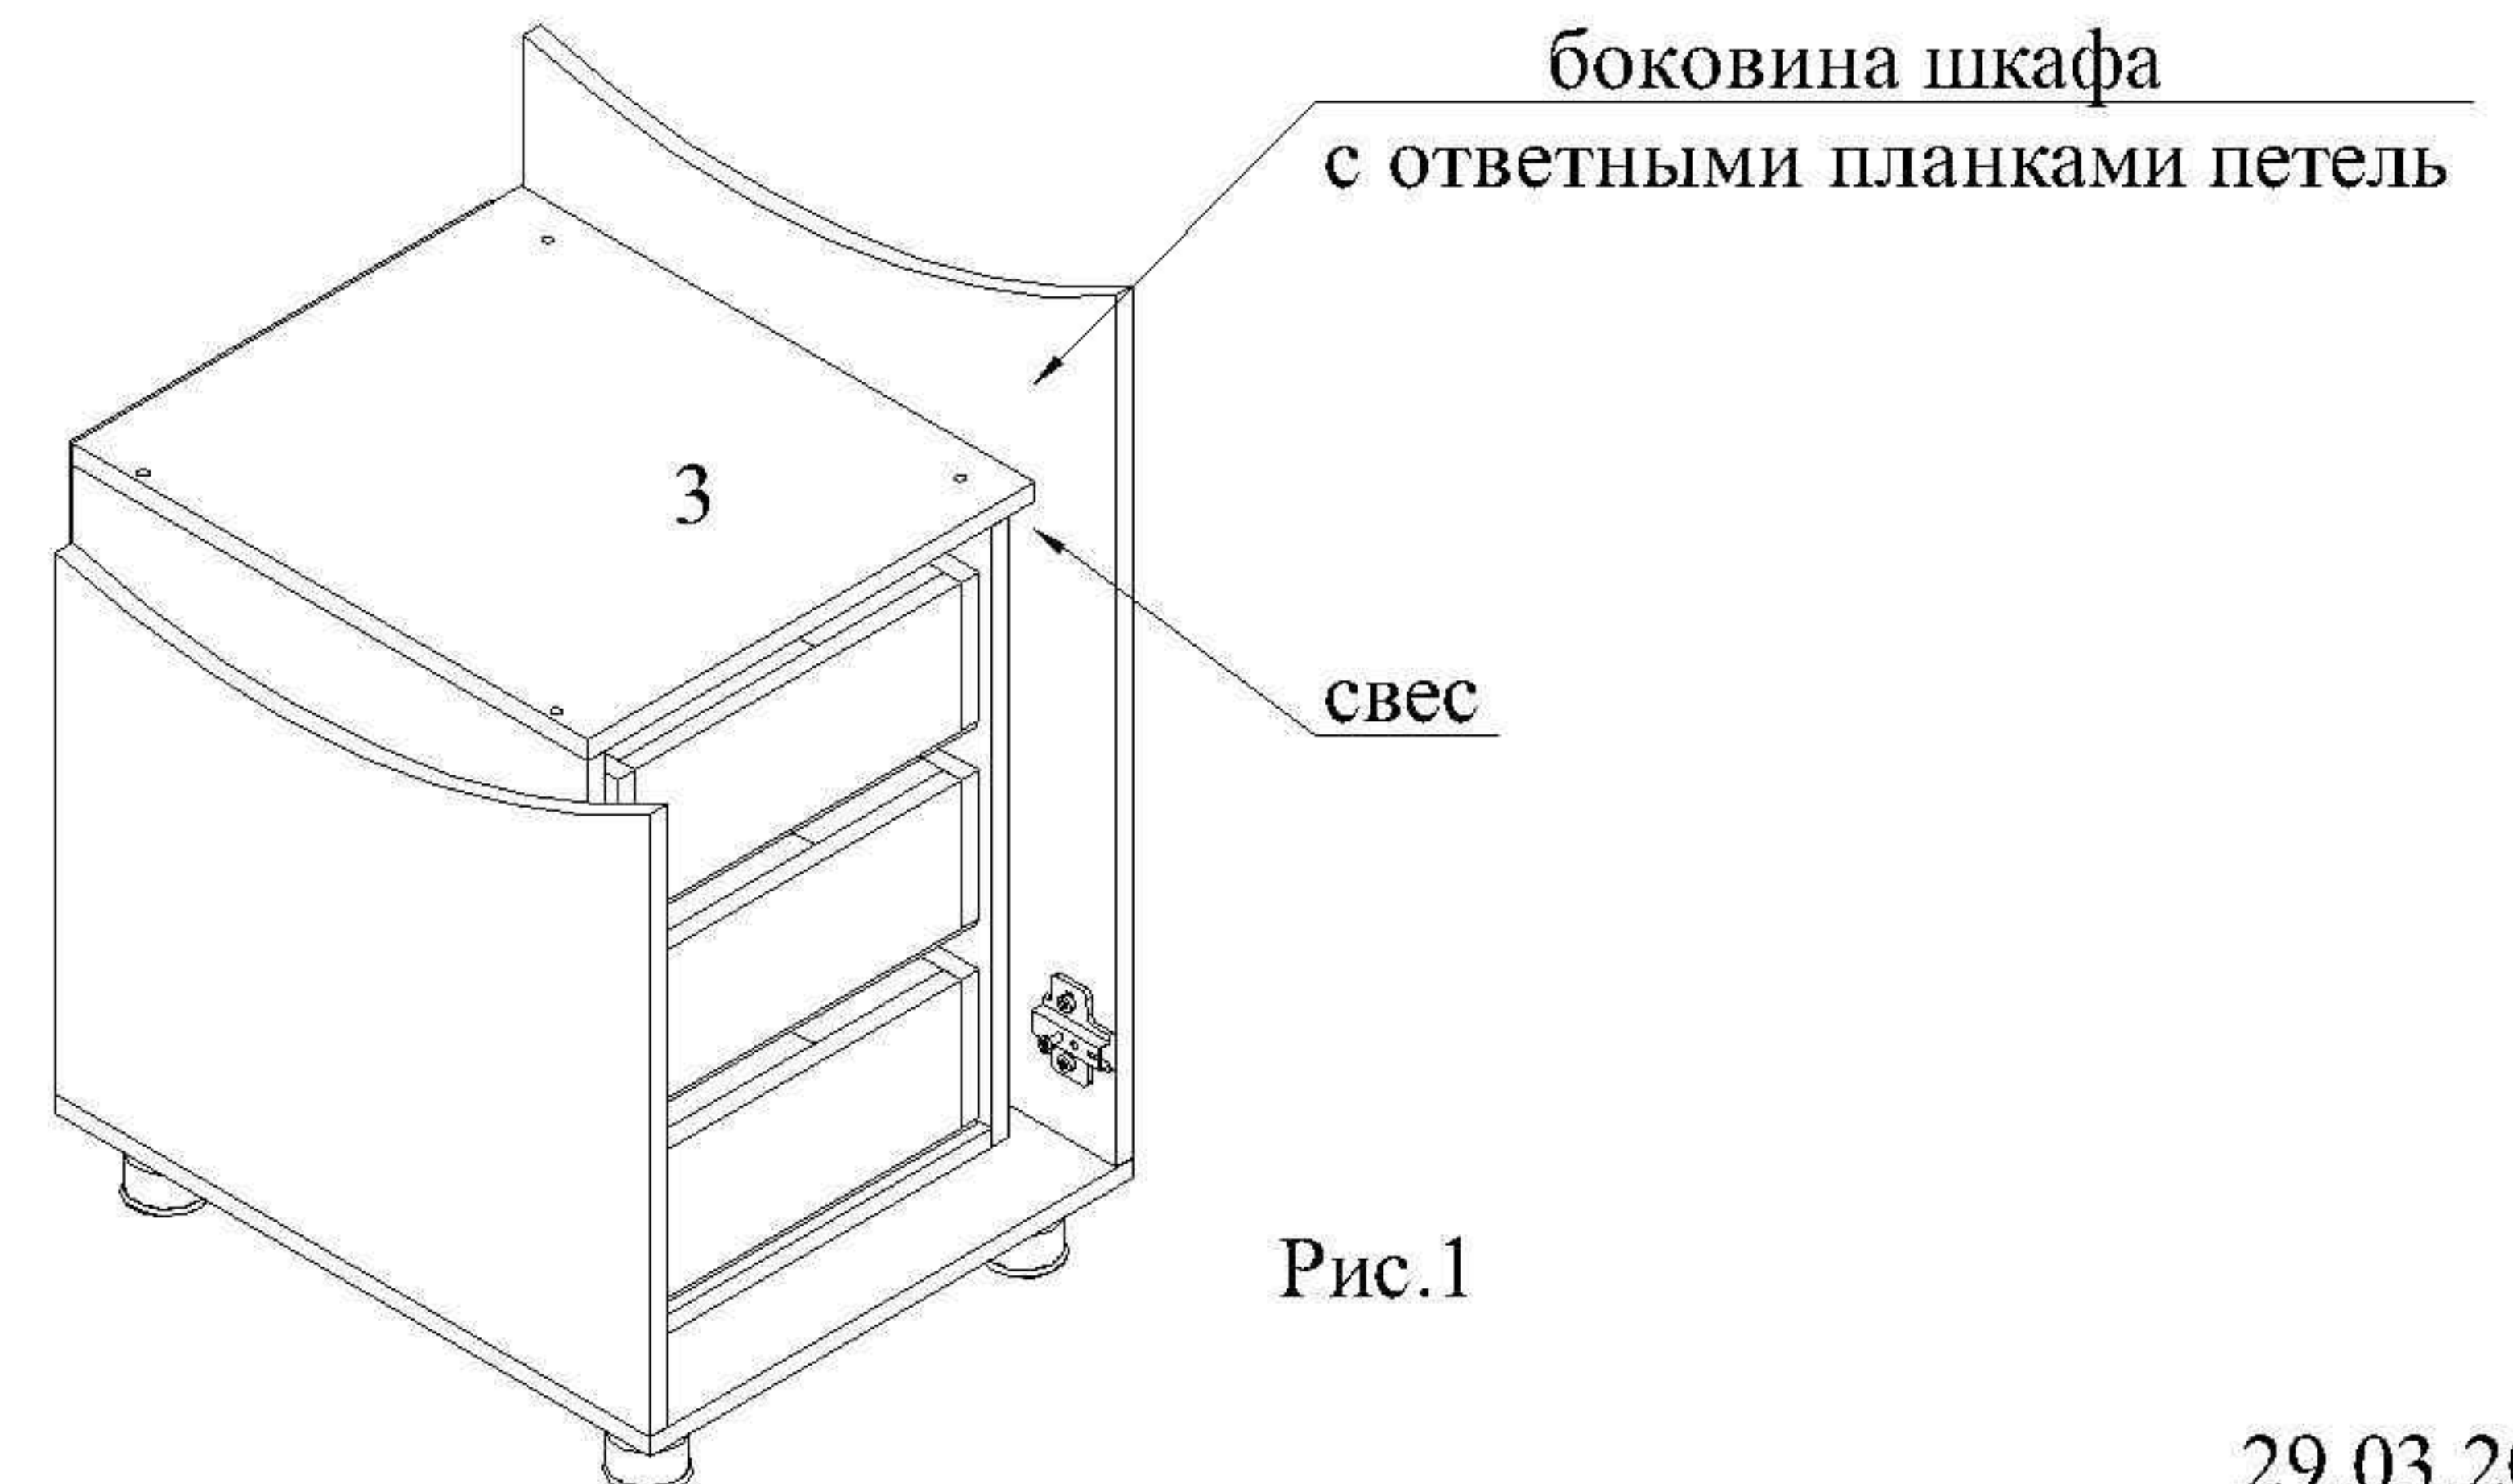

Рис.1
3. Крепить к деталям 1 и 2 деталь 3 с помощью евровинтов т.о., чтобы свес дет.3 был со стороны боковины шкафа с ответными планками петель (рис.1).
5. Установить каркас блока ящиков в шкаф (рис.1) и закрепить через детали 4 с помощью шурупов 4x30 к дну шкафа.